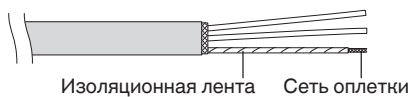

Рис. 4-8
- (2) Осторожно расплетите плетеный экран и надежно скрутите вместе провода экрана. Изолируйте провода экрана, пропустив их сквозь изоляционную трубку, или обмотав изоляционной лентой. (Рис. 4-8)